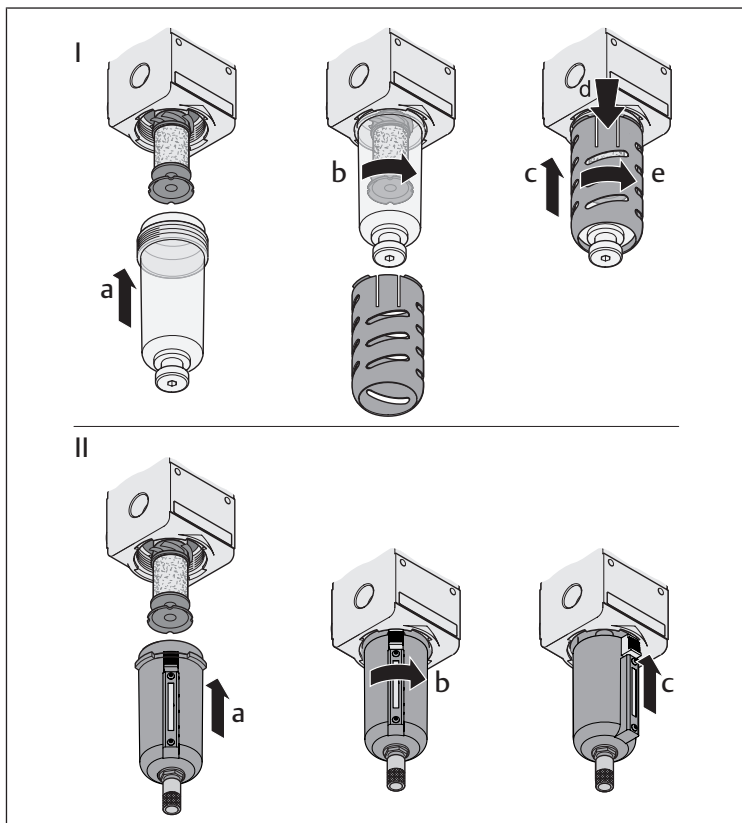
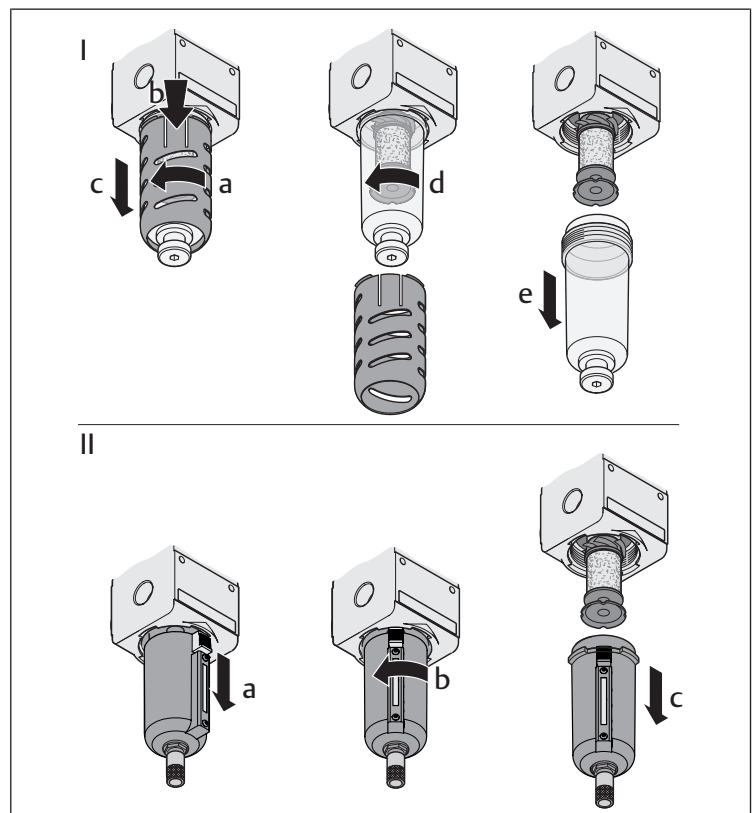

Abb. 2: Behälter und Schutzkorb montieren
Abb. 6: Behälter und Schutzkorb demontieren
- ▶ Lösen Sie den Schutzkorb, falls vorhanden, (→ Abb. 6 I a, b) und ziehen Sie diesen nach unten ab (→ Abb. 6 I c).
- ▶ Schrauben Sie den Behälter (→ Abb. 6 I d) aus dem Gehäuse. Ziehen Sie die Entriegelung (→ Abb. 6 II a) nach unten, drehen Sie den Behälter (→ Abb. 6 II b) erst nach links und ziehen Sie ihn dann nach unten ab (→ Abb. 6 II c).
- ▶ Bauen Sie den befüllten Behälter und, Bauen Sie den befüllten Behälter in umgekehrter Reihenfolge wie in → Abb. 6 II beschriebener Reihenfolge wie in → Abb. 6 I beschrieben wieder ein (siehe auch → Abb. 2 I).
▶ Lösen Sie den Schutzkorb, falls vorhanden, (→ Abb. 6 I a, b) und ziehen Sie diesen nach unten ab (→ Abb. 6 I c).	–
▶ Schrauben Sie den Behälter (→ Abb. 6 I d) aus dem Gehäuse.	Ziehen Sie die Entriegelung (→ Abb. 6 II a) nach unten, drehen Sie den Behälter (→ Abb. 6 II b) erst nach links und ziehen Sie ihn dann nach unten ab (→ Abb. 6 II c).
▶ Bauen Sie den neuen Behälter mit Sensor und, wenn vorhanden, den Schutzkorb in umgekehrter Reihenfolge wie in Abbildung → Abb. 6 I beschrieben wieder ein (siehe auch → Abb. 2 I).	Bauen Sie den neuen Behälter mit Sensor in umgekehrter Reihenfolge wie in Abbildung → Abb. 6 II beschrieben wieder ein (siehe auch → Abb. 2).